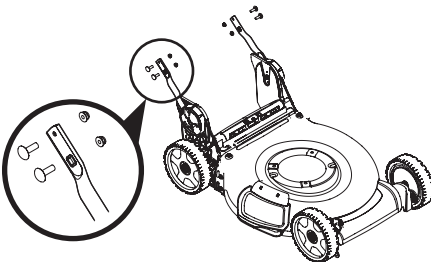

Figure 10
1. Retirez les quatre boulons de carrosserie et les écrous de la partie inférieure. Voir Figure 10.